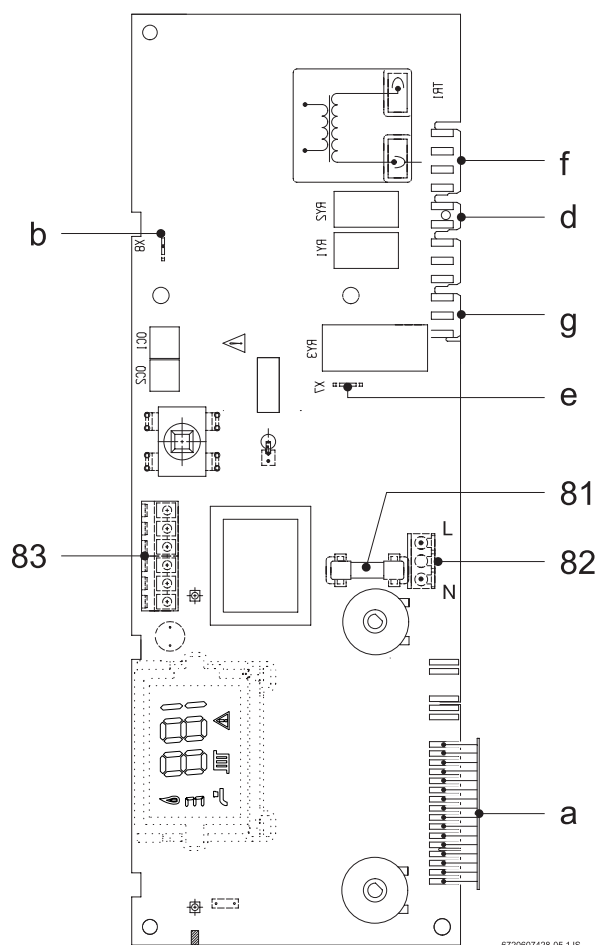

Fig. 13
- Retirar el puente 1 - 4 (Fig. 13, pos. 83).